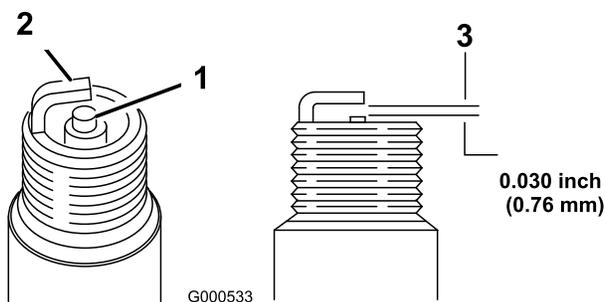

Figura 43
1. Veja a parte central das velas de ignição (Figura 43).
2. Verifique a folga entre os elétrodos central e lateral (Figura 43) e dobre o elétrodo lateral, se verificar uma folga incorreta.